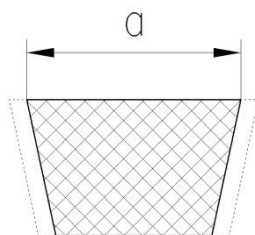

Рис. 22
3. Внимательно осмотрите ремень. Проверьте его на отсутствие механических повреждений. Измерьте ширину ремня **a** (Рис. 22). Максимально допустимой степенью износа является уменьшение данного параметра до **30,5** мм. В случае необходимости замените ремень.